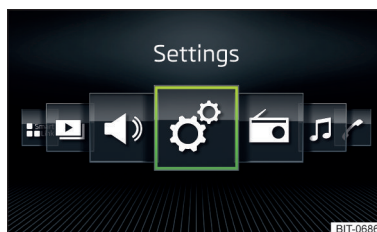

Fig. 129
- ▶ Selectați opțiunea Afișare rastru » fig. 128 sau Afișare orizontală » fig. 129.